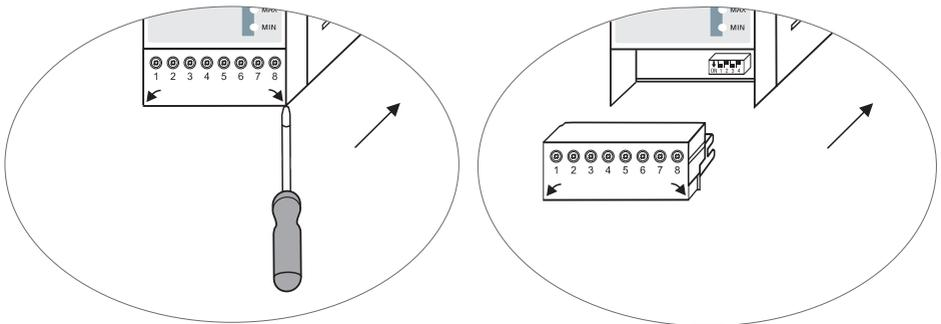

Fig. 9
- Extraer las regletas de bornes inferior y superior. **Fig. 9**